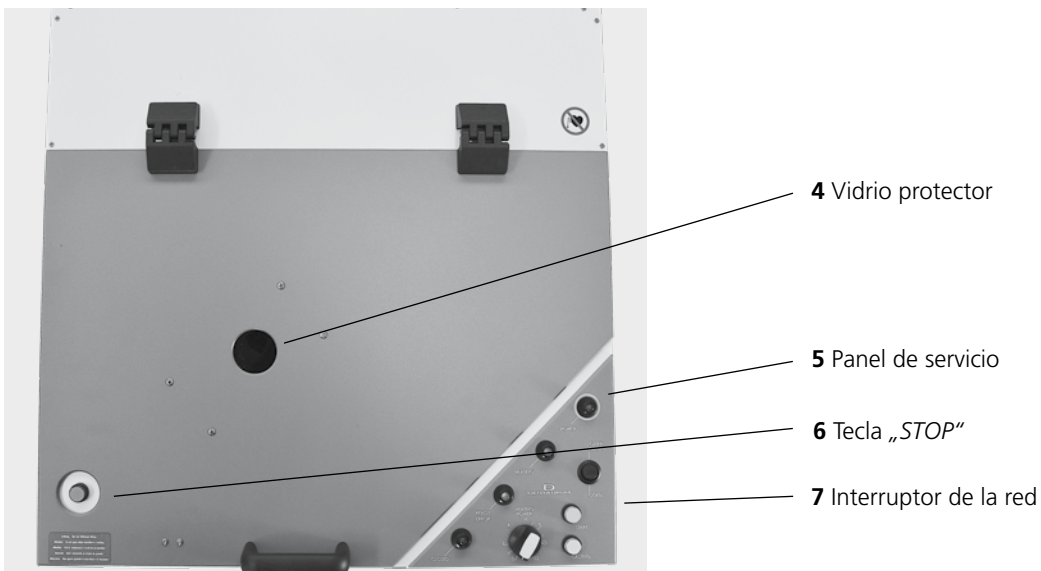

Fig. 2: Vista de arriba
- El proceso de fundición puede empezar al cerrar la tapadera y puede observarse a través de un vidrio protector (Fig. 2, part. 4) integrado en la tapadera.
- Conectar el aparato con el interruptor principal (Fig. 2, part. 7).